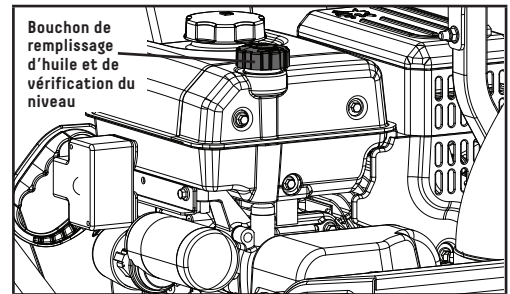

Figure 22A
2. Retirez la jauge de niveau d'huile et essuyez-la (figure 22A).